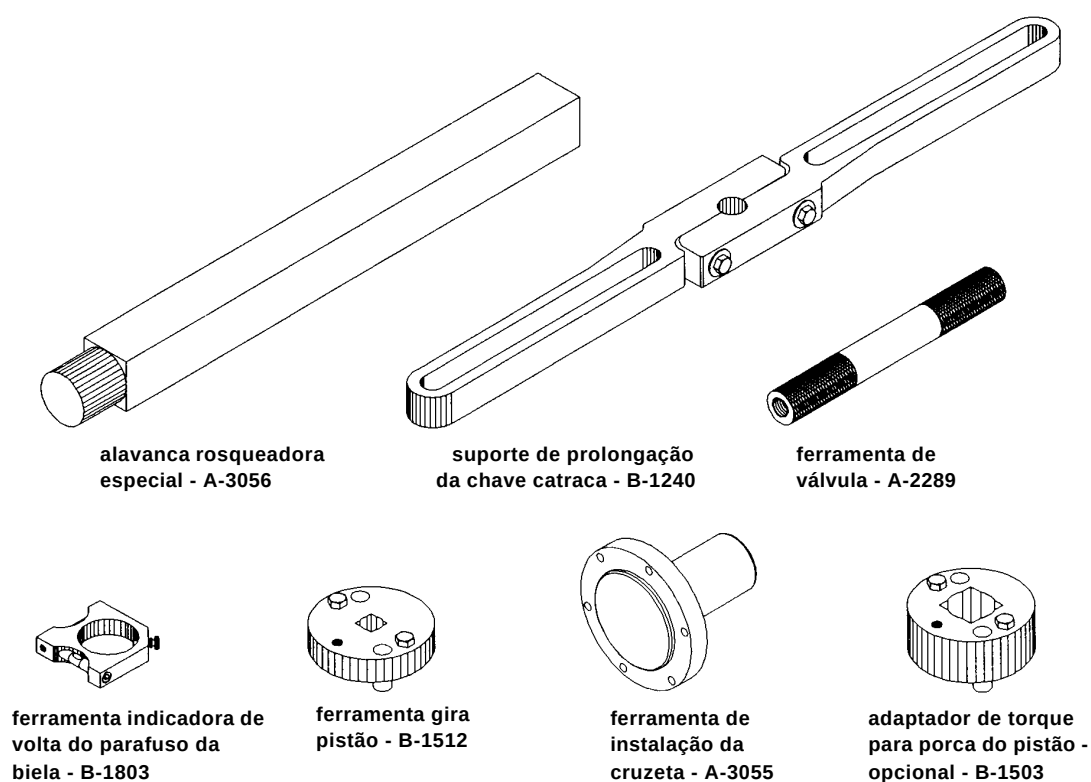

FIGURA 7-1 FERRAMENTAS DA ARIEL
A Ariel fornece uma caixa de ferramentas com cada unidade, contendo as seguintes ferramentas (vide Figura 7-1).
- Adaptador de Torque para Porca do Pistão para Chave de Torque com Encaixe Quadrado de 1-1/2" (B-1503), vide Figura 7-1.